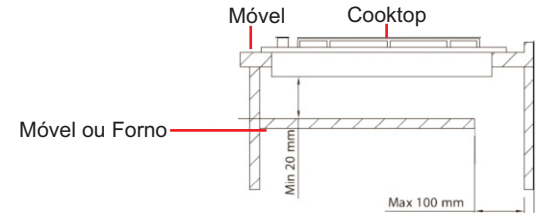

Fig. 4 Vista lateral em corte
- É necessário um vão livre mínimo de 20mm abaixo do cooktop para a circulação de ar, quando houver uma prateleira ou um forno instalado, conforme figura (fig.4);